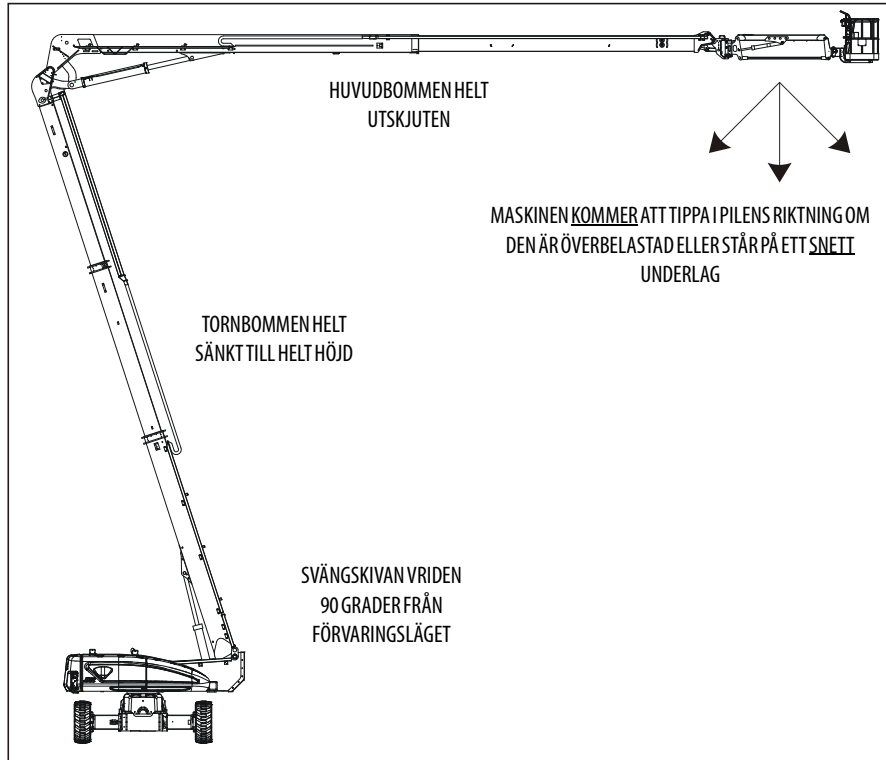
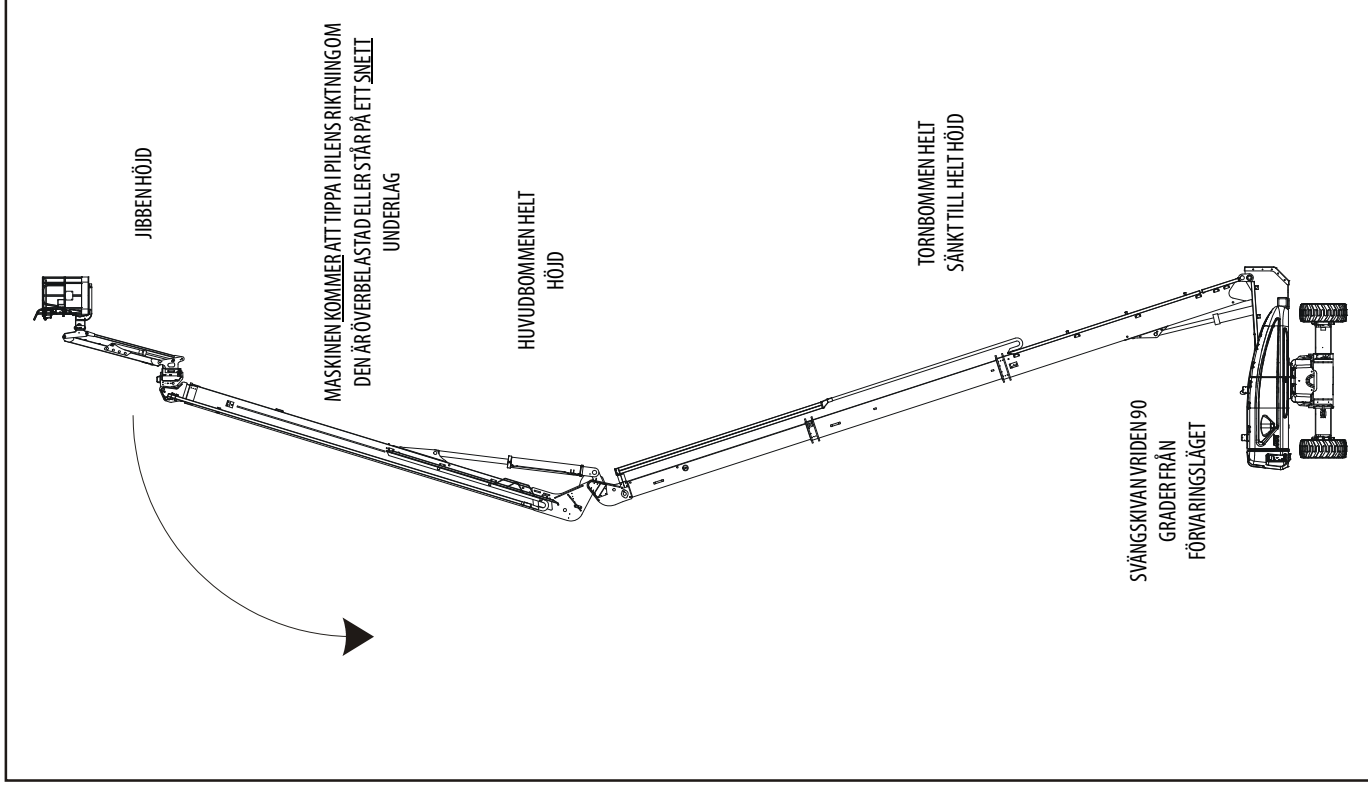

Fig. 4-2. Minsta stabilitet framåt
Fig. 4-4. Position med minsta stabilitet bakåt – blad 2 av 2
Maskinens stabilitet baseras på två (2) villkor som kallas stabilitet FRAMÅT och BAKÅT. En maskin med minst stabilitet FRAMÅT visas i (Se Fig. 4-2.) och en maskin med minst stabilitet BAKÅT visas i (Se Fig. 4-4.)